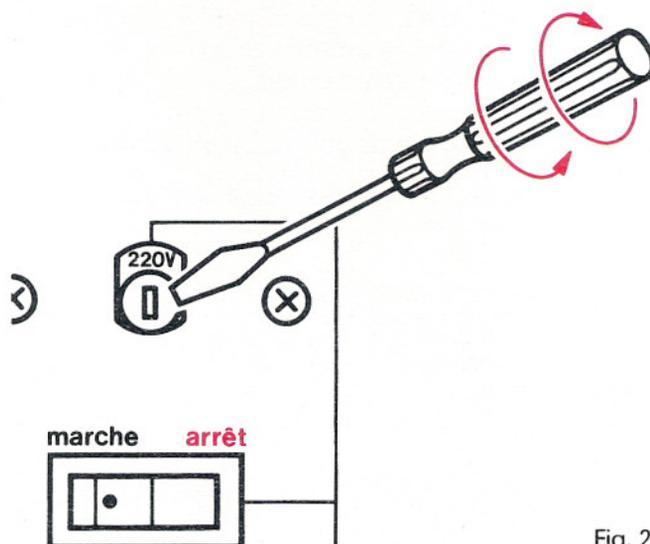

Fig. 2
Dans le cas contraire, tourner le sélecteur de tensions (78) à l'aide d'un tournevis, pour faire apparaître la tension 110 V, 127 V, 220 V ou 240 V suivant le cas (fig. 2)